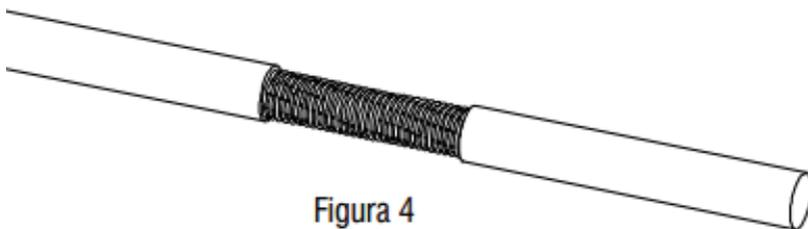

Figura 4
2. Faça a emenda em cada condutor, separadamente. No caso da emenda estanhada, envolva um fio de cobre em toda sua extensão (conforme a Figura 4):